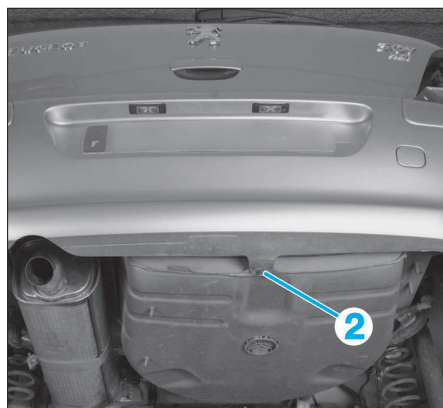

FIG. 62
- Déposer la vis (2) (Fig.62).